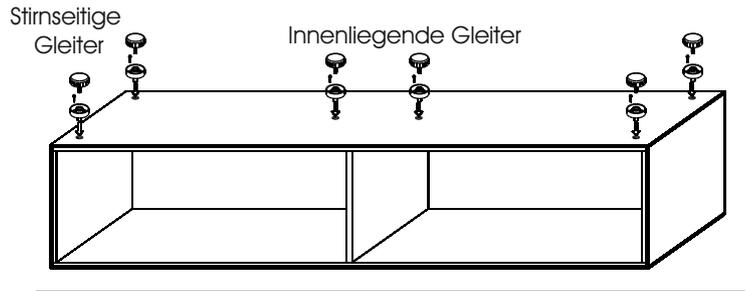
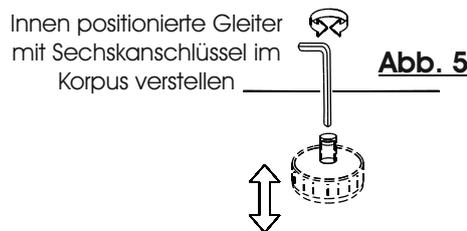
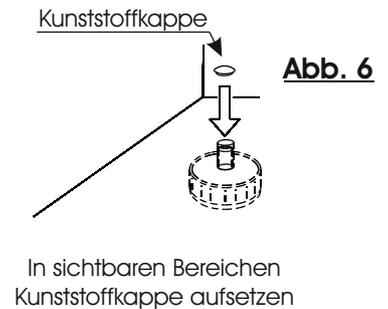

Abb. 4
Abb. 5
Abb. 6
4. Richten Sie das Möbel durch drehen der Sockelgleiter aus. Stirnseitig positionierte Gleiter werden von außen mit der Hand gedreht. (Abb. 4) Die innenliegenden Gleiter können von Innen mit einem Innensechskantschlüssel ausgerichtet werden. (Abb. 5) Falls die innenliegenden Bohrungen sichtbar sein sollten, werden Sie mit einer Abdeckkappe verschlossen. (Abb. 6)